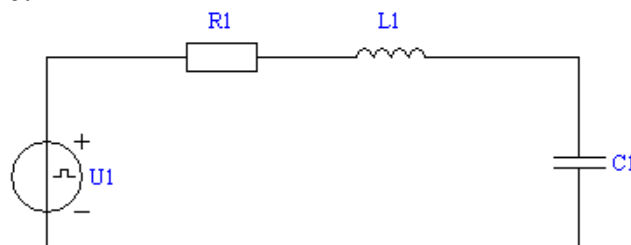

Рис. 4.1
2.2. В соответствии со своим номером варианта выпишите из табл. 4.1 значения параметров RLC -контура (рис. 4.1) и рассчитайте значение $C_{кр}$, при котором возникает критический режим, используя соотношение $R_{кр} = 2\sqrt{\frac{L}{C}}$.